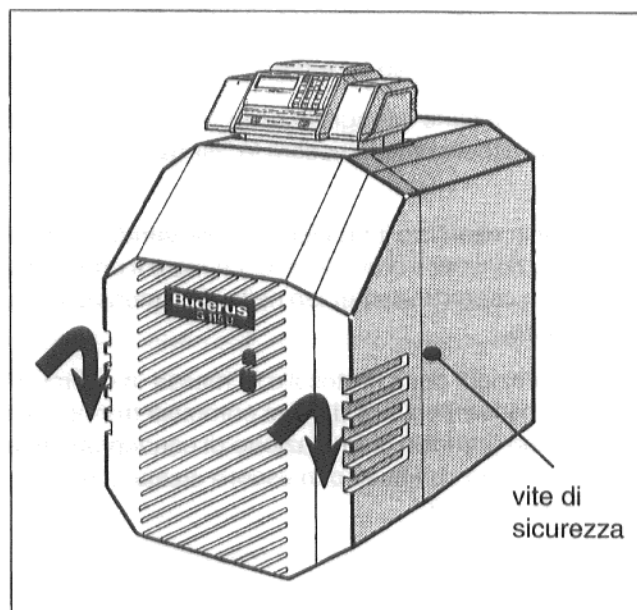

Fig. 25
- Riagganciare la cappottatura o, rispettivamente, il coperchio del bruciatore e incastrare premendo. Avvitare le viti di sicurezza del coperchio bruciatore (G115 U) a destra ed a sinistra del bruciatore (Fig. 25).